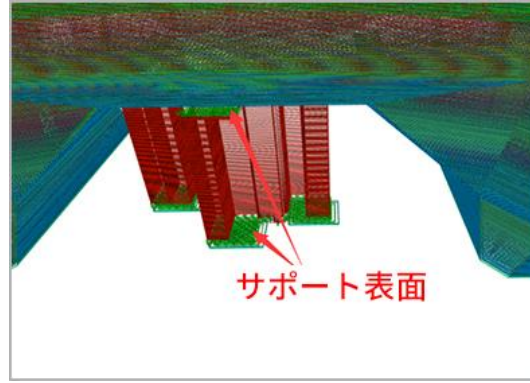

図 10, 矢印で示す上から下までがサポートの上下面である
(6)サポート表面速度 (単位 mm/s) : 図 10 に示すように、モデルサポートの上下面の印刷速度。推奨のサポート表面速度は 10-60mm/s です。